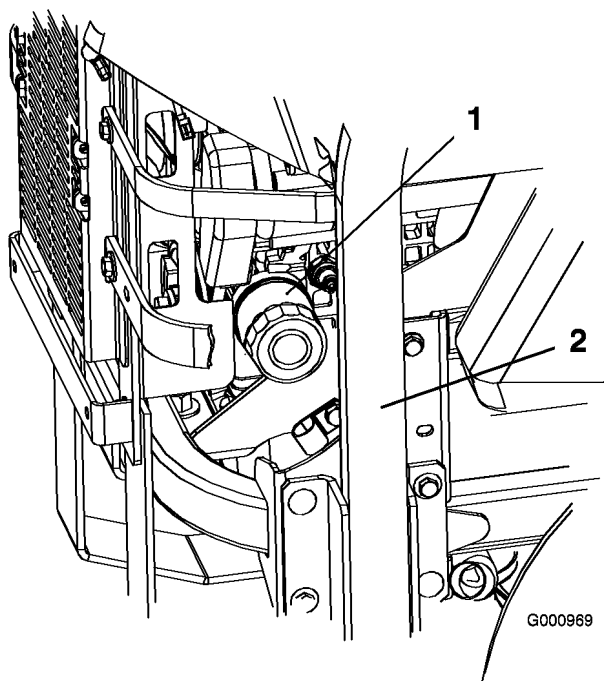
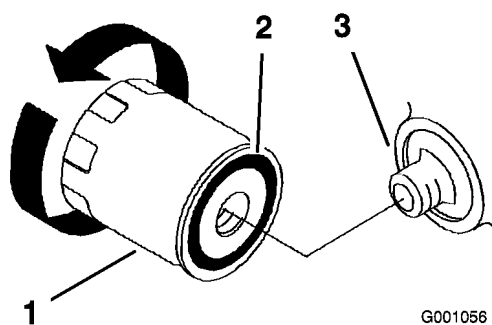

Figura 42
Figura 43
2. Girate il filtro in senso antiorario e toglietelo (Figura 42 e Figura 43).